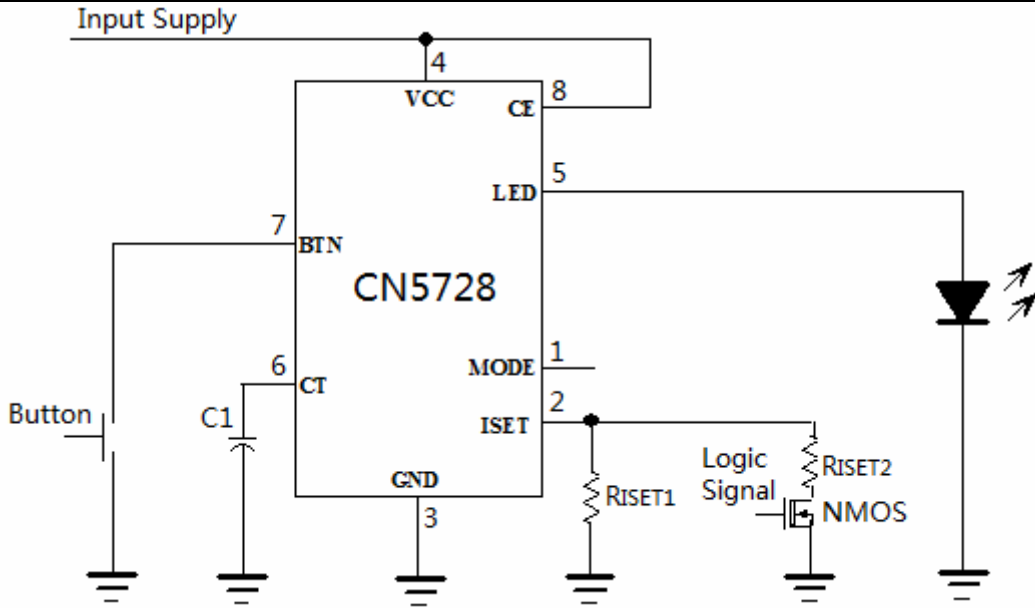

图6 用逻辑信号调整亮度
2. 用逻辑信号调整发光二极管的亮度, 如图6所示
如果只需要分几档来调整发光二极管的电流, 可以用逻辑信号来实现, 图6示出了分两个档次来调整发光二极管的电流的电路。 R_{ISET1} 设置了流经LED管脚的最小电流, 当N沟道场效应晶体管导通时, 即逻辑信号为高电平时, R_{ISET2} 同 R_{ISET1} 并联, LED电流增大。